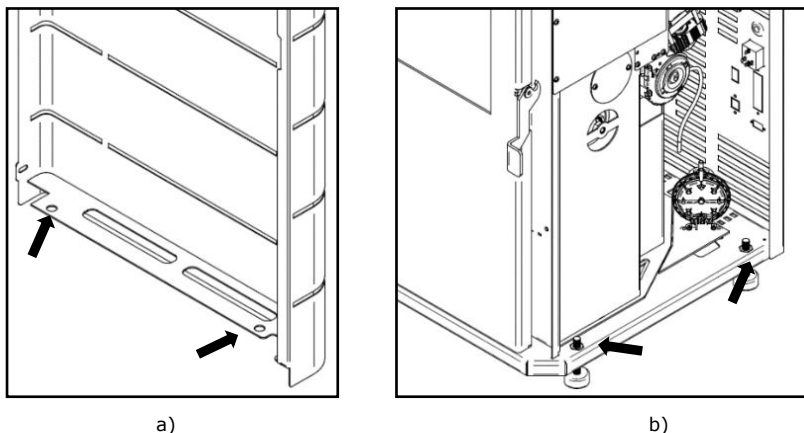

Figure 20 - Rainure latérale inférieure de l'habillage
b) Emboîtez les orifices inférieurs des panneaux latéraux (Figure 20-a) dans les guides se trouvant au bas de la machine (Figure 20-b).